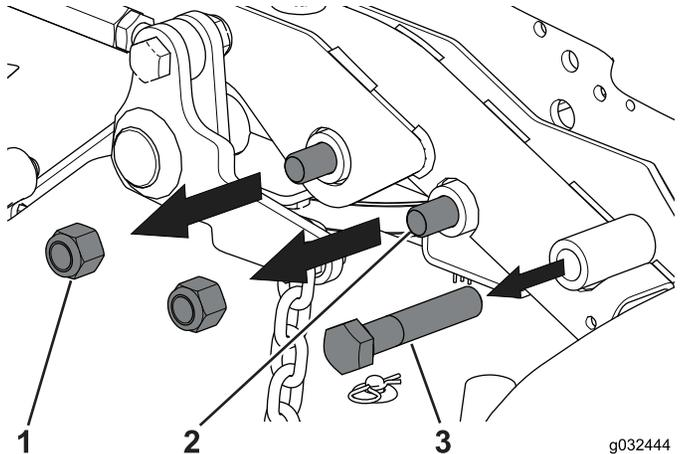
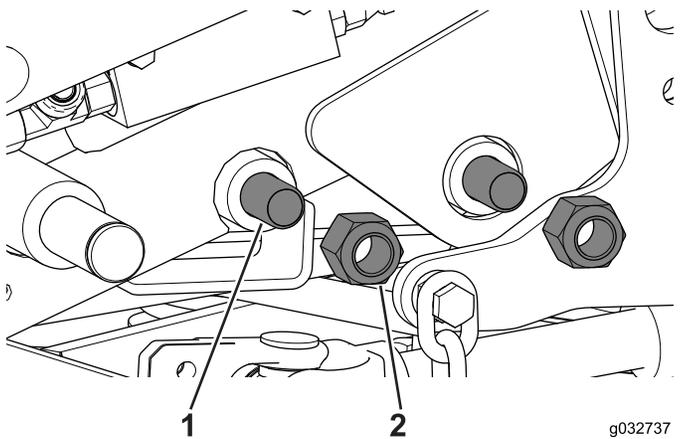

Figura 57
Figura 58
7. Rimuovete i dadi di bloccaggio e i bulloni che fissano il telaio estivo al telaio della macchina (Figura 57 e Figura 58).